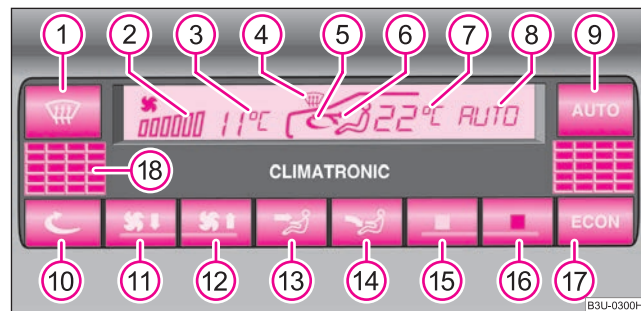

Fig. 110 Climatronic: Elementos de mando
Primero, pulse y mantenga pulsada la tecla  ⇒ **página 120, fig. 110** y, a continuación, accione la tecla . En el display aparecerá la unidad de medida de la temperatura.
- Pulse la tecla **15** ó **16** ⇒ **página 120, fig. 110** hasta que se haya ajustado la temperatura deseada.
El número de rayas en el display  ⇒ página 120, fig. 110 indica la velocidad del ventilador.